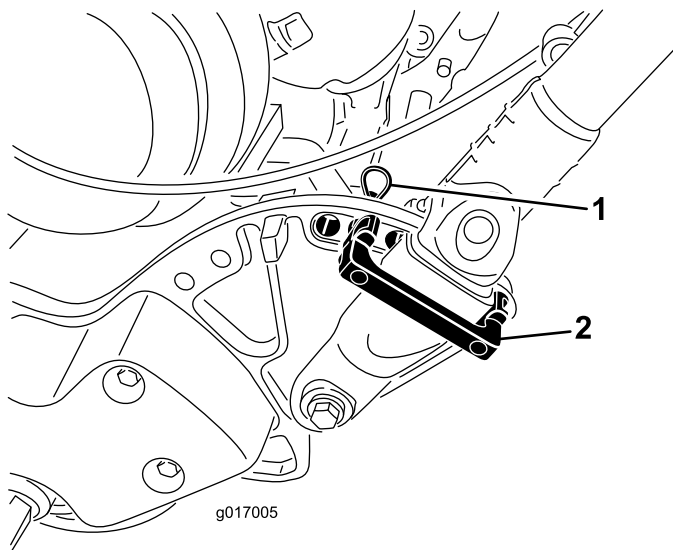

Figure 27
1. Retirez les goupilles fendues des retenues du guidon de chaque côté de la machine (Figure 27).
2. Soutenez le guidon, retirez les goupilles fendues de chaque côté et faites pivoter le guidon à la position voulue (Figure 27).